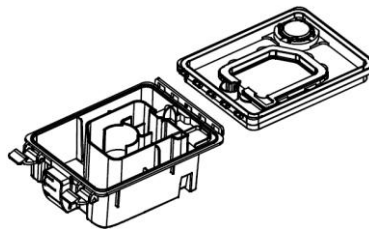

Рис. 5-5
(2) Очистка водной камеры: вымыть две части водной камеры, как показано на Рис. 5-5. Вы можете также очищать их используя специальный ершик (смачивайте его в моющей жидкости, в случае необходимости), тщательно промойте их, а затем тщательно протрите сухой мягкой тканью.